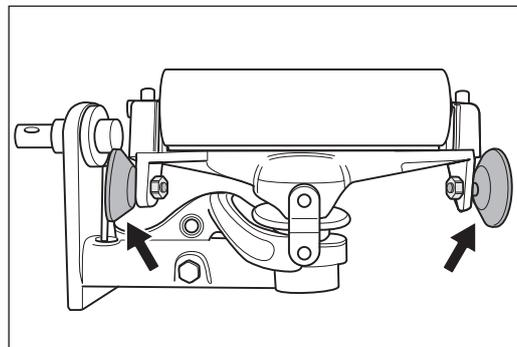

Abb. 73 Die beiden Leitrollen müssen **leicht drehbar** sein! Schwergängige oder feststehende Leitrollen **müssen ersetzt** werden (**Brandgefahr!**)
- Die beiden Leitrollen am Aggregatoberteil müssen leicht drehbar sein (Abb. 73)!